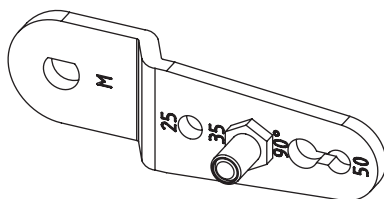

**Fig. 5-2:** Positions de montage admissibles
- Respecter la position de montage (cf. Fig. 5-2).